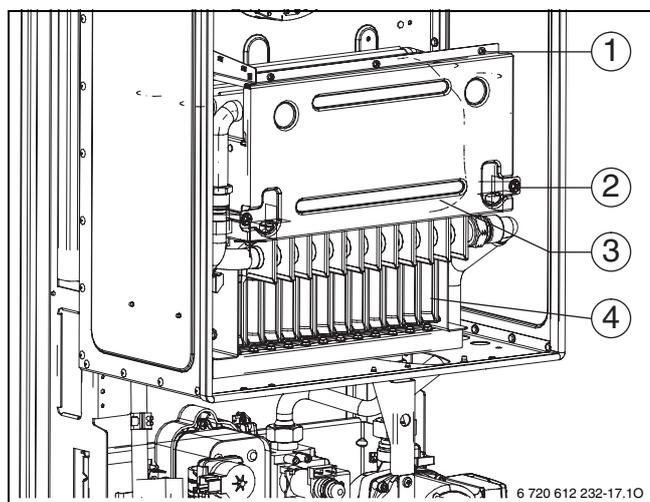

Fig. 48 Apertura del quemador
- ▶ Desmontar la parte delantera de la cámara de combustión y retirar el quemador (→ fig. 48).